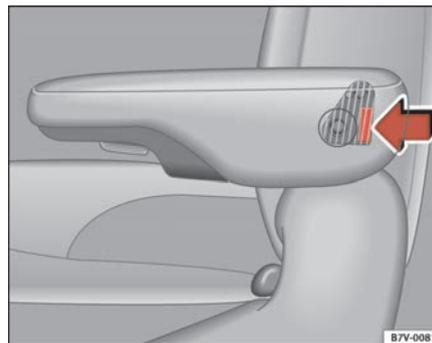

Fig. 94 Tasto del bracciolo amovibile
- Afferrare il bracciolo dalla parte posteriore e spingere il tasto ⇒ pag. 138, fig. 94 nella direzione indicata dalla freccia.